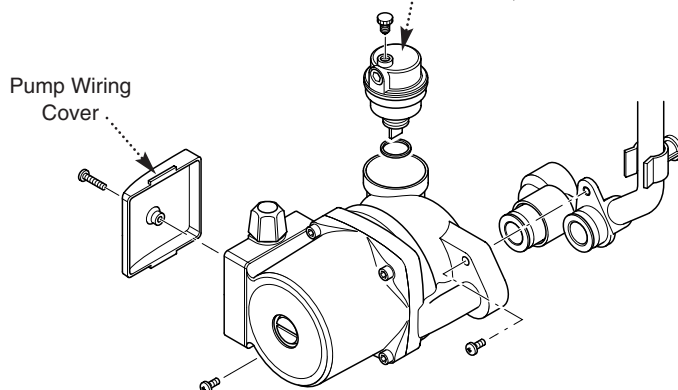

Fig. 53
12.13 Pump - Complete (Fig. 53)
12.14 Automatic Air Vent (Fig. 53)